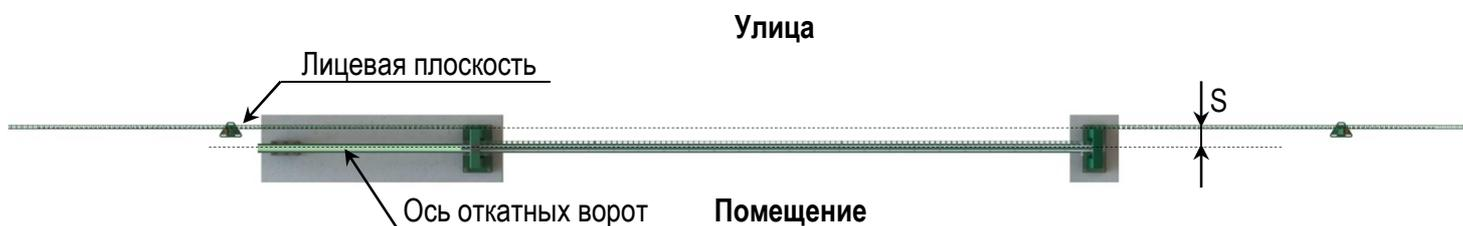

Рисунок 1. Определение положения ворот на местности.
Этап 3: разметить на местности ось откатных ворот относительно лицевой плоскости ограждения (рис. 1). Для этого необходимо от лицевой плоскости ограждения отложить размер S. Размер (S) в зависимости от типа балки (номинального размера створки) может быть: